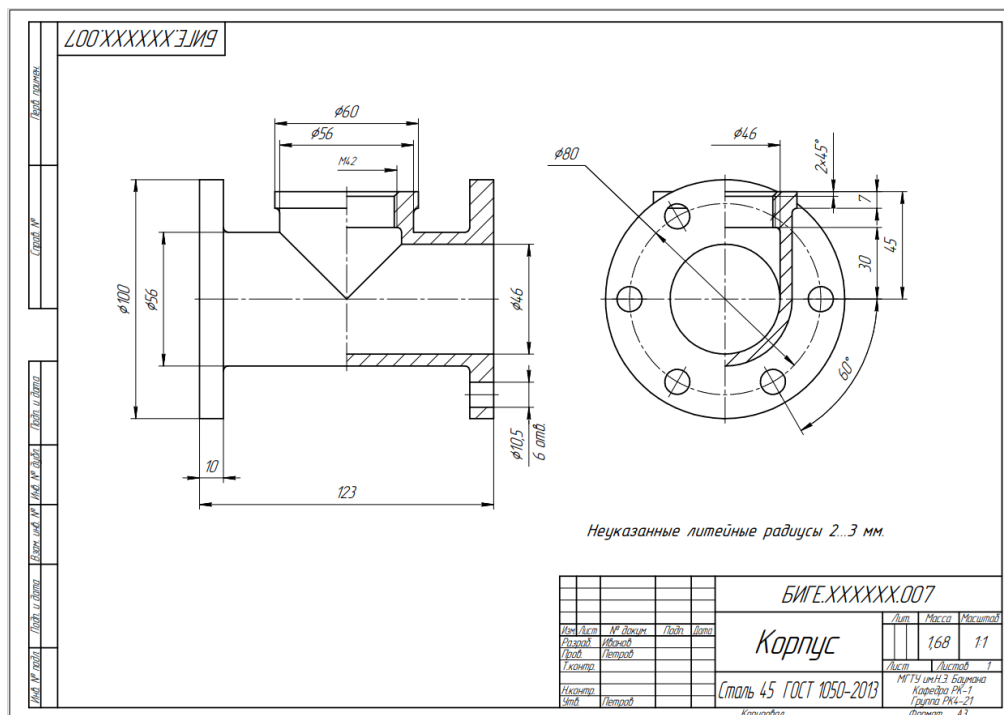

Рис. 27 Чертеж детали «Корпус»
- **Заполнение основной надписи чертежа** (рис. 27).